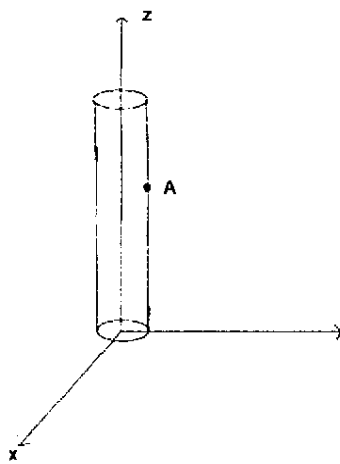
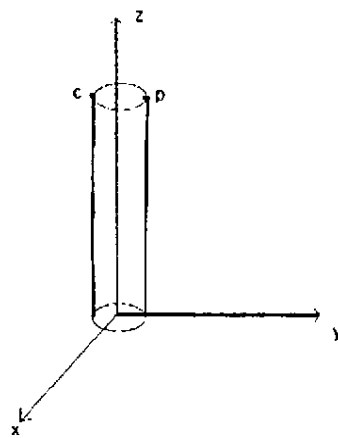
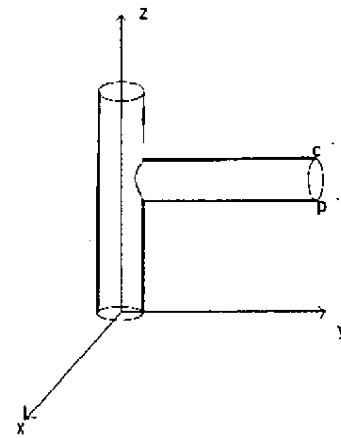

figura 1
figura 2
figura 3
3. Se pide adosar el cilindro de la figura 2 en el cilindro de la figura 1 a la altura definida por el punto A para obtener el modelo de la figura 3.